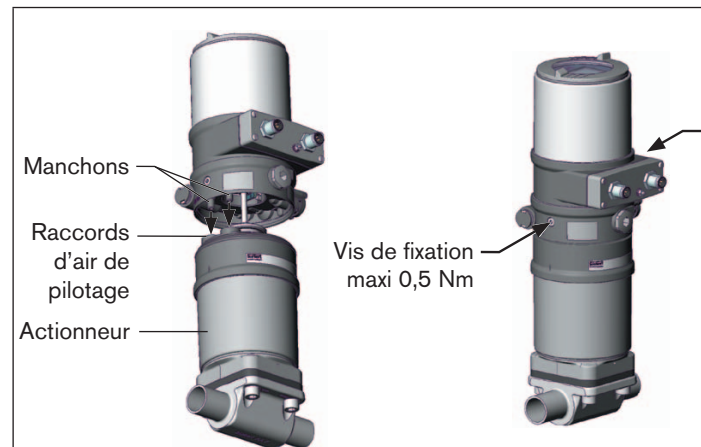

Fig. 8 : Montage du positionneur, séries 2103, 2300 et 2301
2. que les manchons du positionneur entrent dans les raccords d'air de pilotage de l'actionneur (voir également « Fig. 8 »).